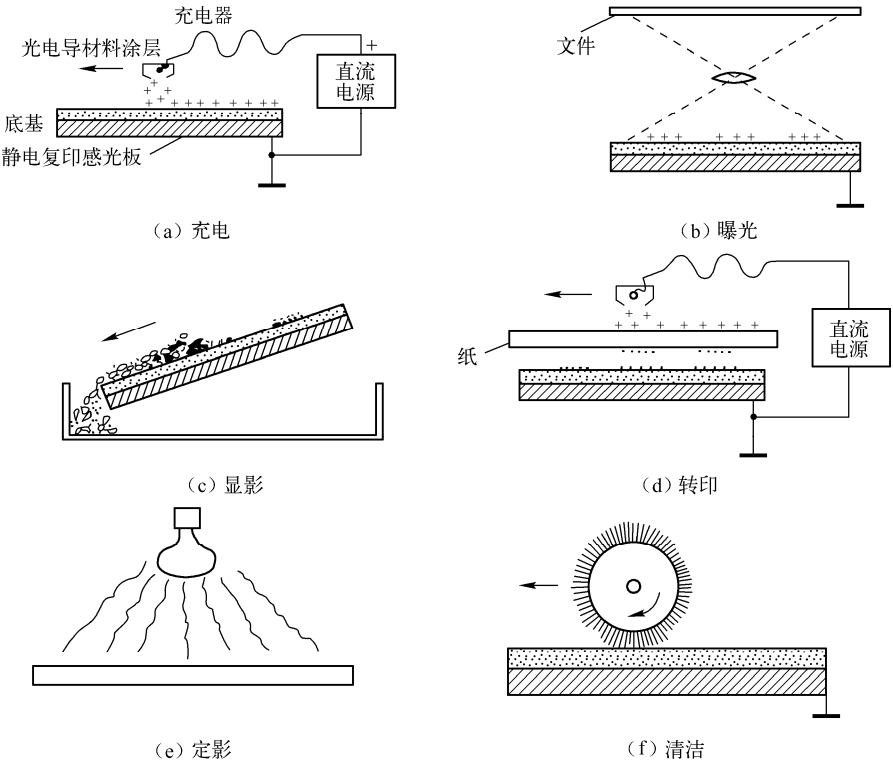

图 4-5 卡尔逊法工作流程
① 充电。通常是采用电晕放电的方法 (或称为电晕充电法) 对硒鼓进行充电, 如图 4-5 (a) 所示。其具体方法是由高压发生器输出 5000~8000 伏的高压直流电到充电电极, 电极中的电晕丝与硒鼓表面保持一定的距离 (通常为 10~20 mm), 而硒鼓的基体接地, 这样就构成了一个充电回路。具有几千伏高压的带正电金属丝, 在此高电压下夺取了周围空气的电子, 使空气变成带正电的离子, 正电离子又夺取硒鼓表面的电子, 从而使硒鼓表面接受了大量电晕放电所形成的正离子, 均匀地布满了正电荷。这个工序称为充电, 一般的硒鼓经充电以后, 其表面电位可高达 1000 多伏。
② 曝光。用可见光源照射原稿, 从原稿反射的光通过光学镜头对被充电的感光体曝光, 由于原稿有黑白之分, 照在原稿黑色部分的光被吸收, 照在白色部分的光被反射, 则感光体有被照射部分, 也有未被照射部分, 照射部分电位大大下降, 未被照射部分呈绝缘状态, 基本保持高电位。这样, 感光体表面便形成了与原稿图像相对应的静电潜像。曝光过程如图 4-5 (b) 所示。
③ 显影。显影是使静电潜像变成人眼可见的图像, 利用摩擦带电方法使墨粉带电, 然后利用静电引力将墨粉吸附在感光体表面的静电潜像上, 成为可见图像 (墨粉图像)。其过程如图 4-5 (c) 所示。
④ 转印。即从感光体上将图像转印到复印纸上。通常转印方法是采用电晕转印法。当复印纸与已有墨粉像的感光体表面接触时, 用电晕对纸背面充以与墨粉带电极性相反的电荷, 充电所形成的强大电场使墨粉从感光体上被解吸而转移到普通纸上。其过程如图 4-5 (d) 所示。
⑤ 定影。被转印到纸上的墨粉图像还没有和纸合成一体, 这时的墨粉图像用手一摸就会抹掉。因此, 还须将墨粉图像固化到纸上而成为最终可供使用的复印品, 这一固化过程称作“定影”, 目前, 定影基本上以热定影为主, 同时施加一定压力, 以增强墨粉图像同纸基的固着能力, 定影的关键是温度的控制, 温度应既能使墨粉融化, 又不致消散, 以保持图像清晰。其过程如图 4-5 (e) 所示。
⑥ 清洁。经过定影形成了最终复印品。但感光体表面在转印后仍滞留残余墨粉和残余电荷, 如果不及时清除势必在下一个复印过程中显现出来, 从而影响下一个复印品的图像质量。因此, 消除感光体上的残余墨粉和电荷的过程是十分必要的。通常把这一过程叫清洁过程, 如图 4-5 (f) 所示。